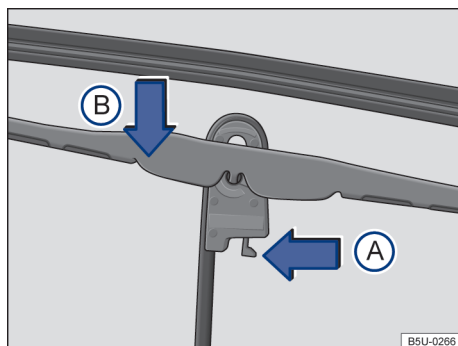

Fig. 108 Substituir as palhetas dos limpadores do para-brisa.
- Colocar a palheta em uma posição perpendicular em relação ao braço → Fig. 108.
- Apertar a trava de segurança no sentido da seta ①.
- Desencaixar a palheta no sentido da seta ②, deslocar no sentido oposto ao braço do limpador e remover no sentido oposto ao da seta ③.